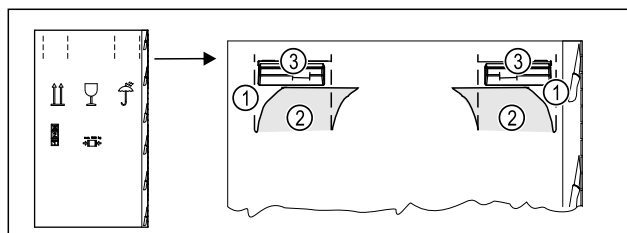

Fig. 4
- Utisnite kartonsku ambalažu na vrhu perforacije Fig. 4 (1).
- Izvucite utisnute spojnice Fig. 4 (2).
- Ručka za nošenje Fig. 4 (3) s desne i lijeve strane je vidljiva.
- Držite uređaj za ručke za nošenje Fig. 4 (3).